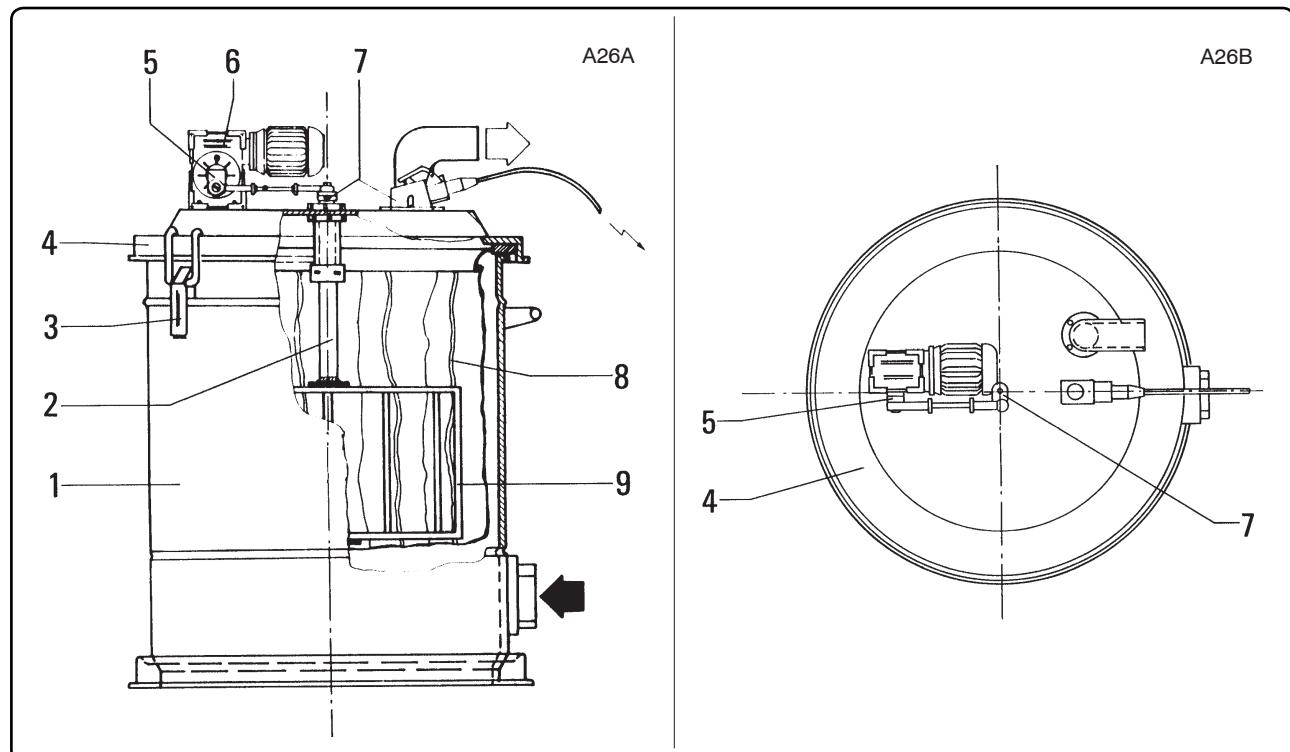

Fig. 6.4.7
6.4.7 - Scuotifiltro elettrico (fig. 6.4.7)
6.4.7 - Electric filter shaker (fig. 6.4.7)
6.4.7 - Dispositivo eléctrico sacudidor filtro (fig. 6.4.7)
6.4.7 - Elektromechanische klopmechanisme (afb. 6.4.7.)